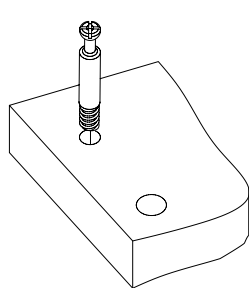
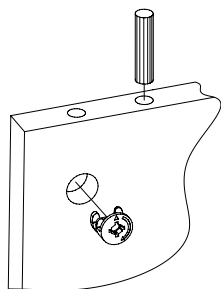

Рис.4
Рис.5
3. Вкрутите шпильки минификсов в детали 2, 3, 4, 5, 8 (Рис. 4). Затем вставьте головки минификсов и шканты в детали 4, 5, 6, 7, 8, 9, 10, 11 (Рис. 5).